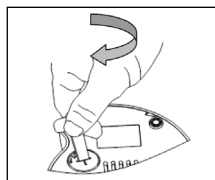

Figure 4
4. Remettez en place le couvercle de la batterie et tournez l'horloge dans le sens horaire, assurez-vous que le couvercle est correctement conservé, la figure 4.